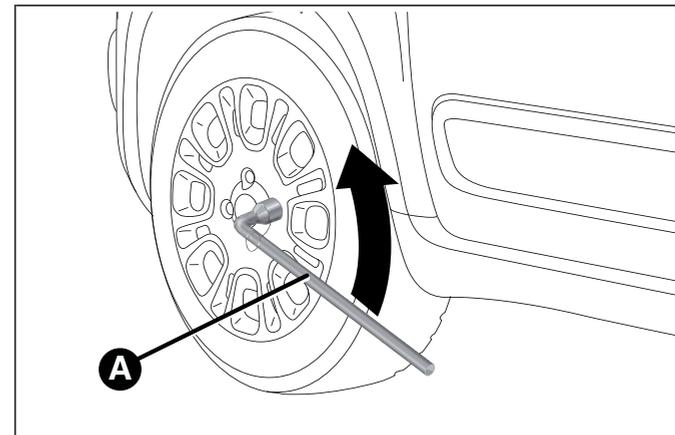

fig. 113
- prendre la clé A fig. 113 et desserrer d'un tour environ les boulons de fixation ;
- prendre la clé A fig. 113 et visser à fond les boulons de fixation ;